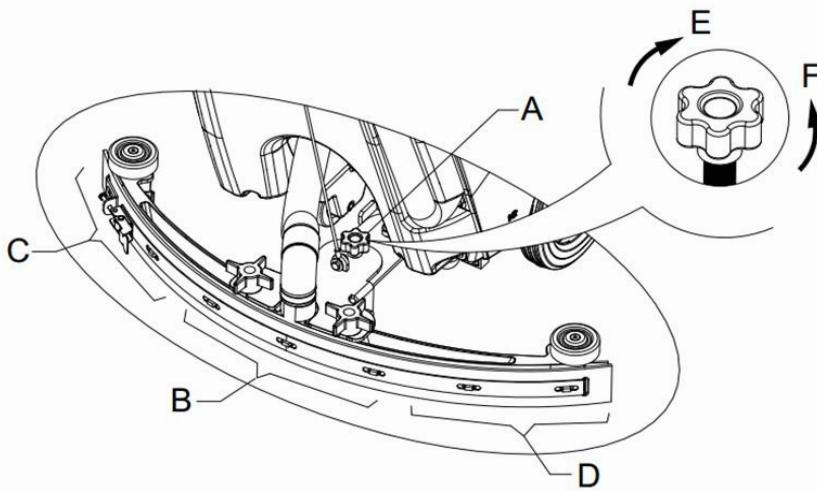

Rys. 8
Zależnie od rodzaju podłogi, jaką ma być czyszczona, do urządzenia montuje się szczotkę (Rys. 8, A) albo uchwyt pada (Rys. 8, B i C).
1. (dotyczy tylko **AS430B** i **AS510B**): Sprawdzić czy włącznik (41) akumulatora jest rozłączony (**O**).
2. Nacisnąć uchwyt operatora (2) w celu uniesienia korpusu zbiornika (26).
3. Umieścić szczotkę (A) albo uchwyt płyty (B-C) pod obudową.
4. Użyć uchwytu operatora (2) do obniżenia korpusu zbiornika (26), aby zetknął się ze szczotką lub uchwytem pada.
5. Następnie zamontować szczotkę/uchwyt pada automatycznie, obracając włącznik zasilania (41) na pozycję "I" i naciskając wyłącznik bezpieczeństwa (1). Delikatnie popchnąć urządzenie do przodu, tak by koło pasowe na dole zbiornika wyrównało się ze szczotką lub uchwytem pada, które wtedy można założyć, po czym zwolnić wyłącznik bezpieczeństwa. W razie potrzeby, procedurę powtarzać aż do założenia szczotki/uchwytu pada.
6. Jeśli krok 5 okaże się zbyt trudny, to założyć szczotkę/uchwyt pada ręcznie, zgodnie ze wskazaniem strzałki (D) (zob. Rys. 8).
7. Aby zdjąć szczotkę/uchwyt pada automatycznie, trzeba obrócić włącznik zasilania (41) na pozycję "**O**". Ręką przytrzymać uchwyt operatora i docisnąć urządzenie do podłogi - aż koło naprowadzające dotknie podłogi a szczotka/uchwyt pada zawiśnie w powietrzu. Następnie obrócić włącznik zasilania (41) na pozycję "I" i nacisnąć wyłącznik bezpieczeństwa tak, by szczotka/uchwyt opadła na podłogę.
8. Jeśli krok 7 okaże się zbyt trudny, to wykonać go ręcznie, obracając szczotkę/uchwyt pada w kierunku przeciwnym do normalnego kierunku obrotów, a wtedy będzie je można zdjąć (jak na Rys. 8).